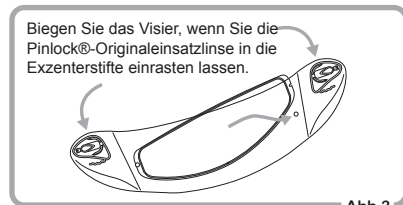

Abb.3
- ② Biegen Sie das Visier vorsichtig, bis es eben ist. Lassen Sie anschließend die andere Seite der Pinlock®-Originaleinsatzlinse in die Exzenterstifte einrasten. Lassen Sie danach das Visier vorsichtig in seine ursprünglich gebogene Form zurückkehren. (Abb. 3 und 4)
- ③ Prüfen Sie, ob die gesamte Silikondichtung auf der Pinlock®-Originaleinsatzlinse fest am Visier anhaftet, indem Sie das Visier auf dem Helm anbringen. Falls zwischen beiden Platz verbleibt, schlagen Sie bitte das Kapitel "Pinlock®"